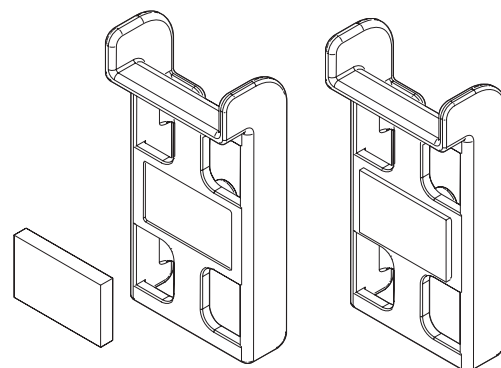

Abb. 9
4. Kleben Sie das doppelseitige Klebeband auf die vorgesehene Stelle an der Kabelführung auf (Abb. 9).